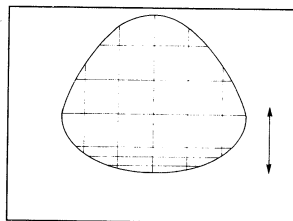

Bild 5
- Stellen Sie die vertikale Symetrie so ein, daß Sie eine symmetrische Auflösung zwischen oberen und unteren Bild erhalten (Bild 5).